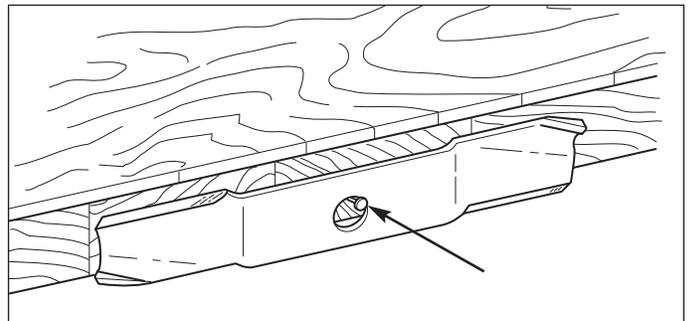

Figure 14. Équilibrage de la lame
5. Equilibrer la lame comme illustré à la figure 14. Centrer le trou de la lame sur un clou lubrifié d'une goutte d'huile. Une lame équilibrée doit rester à l'horizontale.